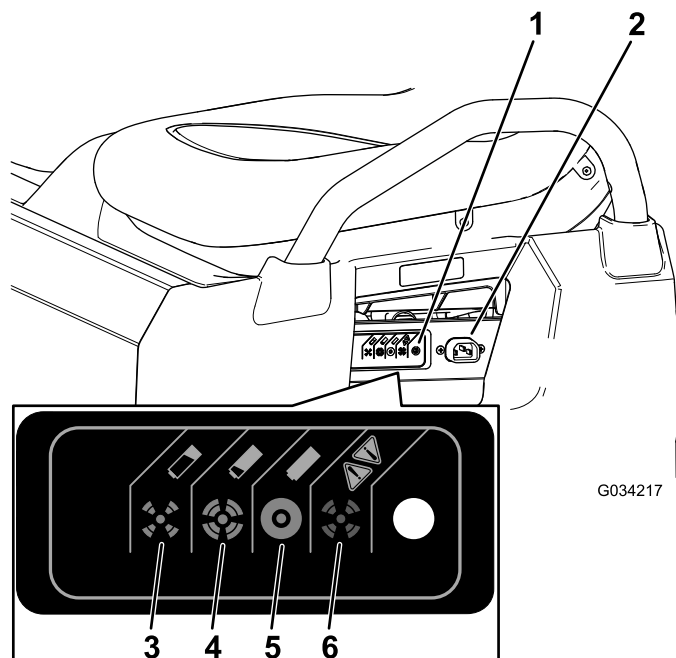

Figura 38
3. Conecte un cable de cargador de calibre 16 (o de diámetro superior), de 2,5 m o más corto al conector de carga de la máquina (Figura 38).
Consulte la siguiente tabla y Figura 38 para conocer el significado de los colores cambiantes del indicador de estado del cargador.